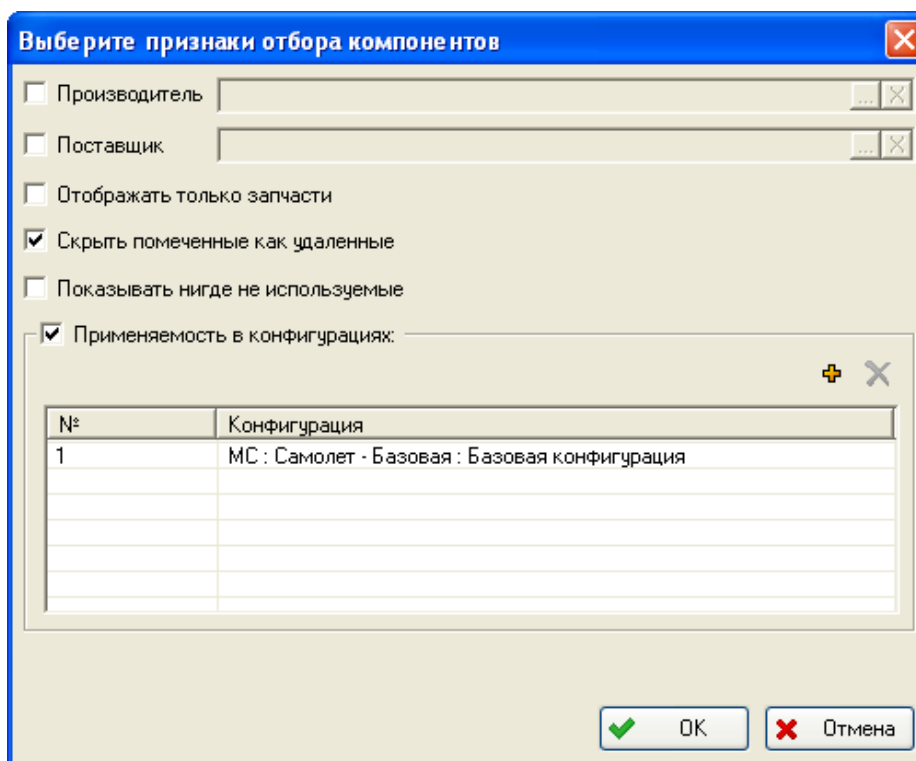

Рис. 4-44
2. В появившемся окне **Выберите признаки отбора компонентов** задайте параметры выбора изделий (рис. 4-44). Для задания параметра выбора поставьте флаг, расположенный рядом с названием поля. Производитель и поставщик изделия выбираются из справочника «Организации». В таблице **Применяемость в конфигурациях** можно указать конфигурации, в которых применяются изделия. Для задания конфигурации поставьте флаг в поле **Применяемость в конфигурациях**, после этого таблица станет доступной для ввода данных. Для добавления конфигурации нажмите на кнопку **Добавить конфигурацию** , для удаления конфигурации из таблицы выделите ее и нажмите на кнопку **Удалить конфигурацию** .